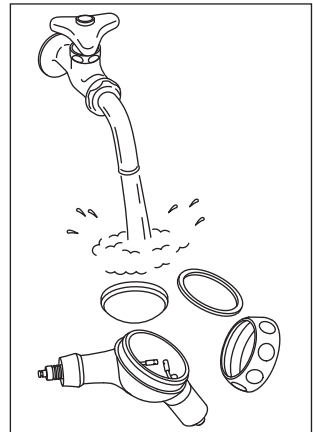

Abb. 20
3) Waschen Sie das an der Innenseite der Pulverkammer/der Pulverkammerabdeckung haftende Perio Mate Powder unter fließendem Wasser ab. (Abb. 20)